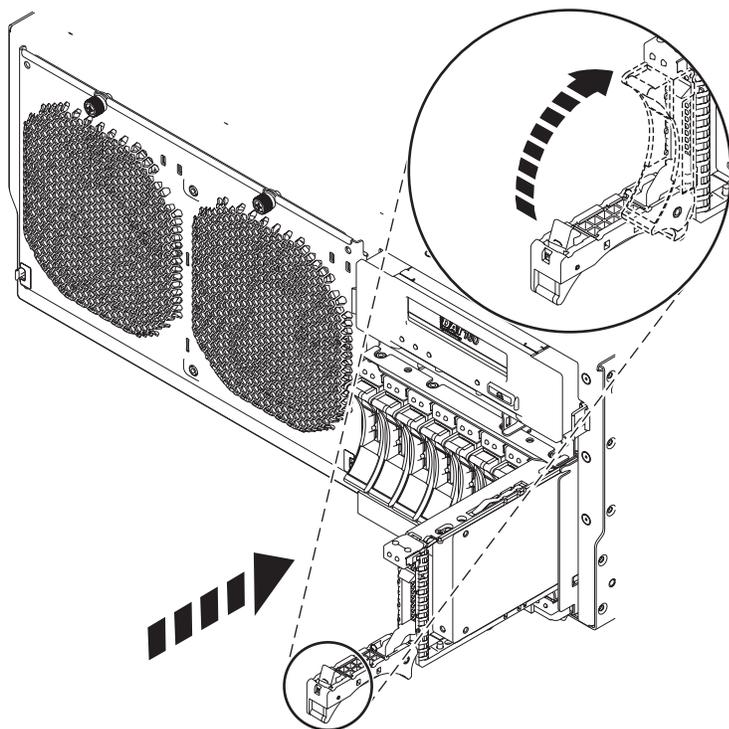

Figure 11. Installation de l'unité de disque dans l'unité centrale
5. Faites glisser complètement l'unité dans l'unité centrale ou l'unité d'extension, et poussez la poignée de l'unité (A) jusqu'à ce qu'elle s'enclenche, comme indiqué dans la figure 11.